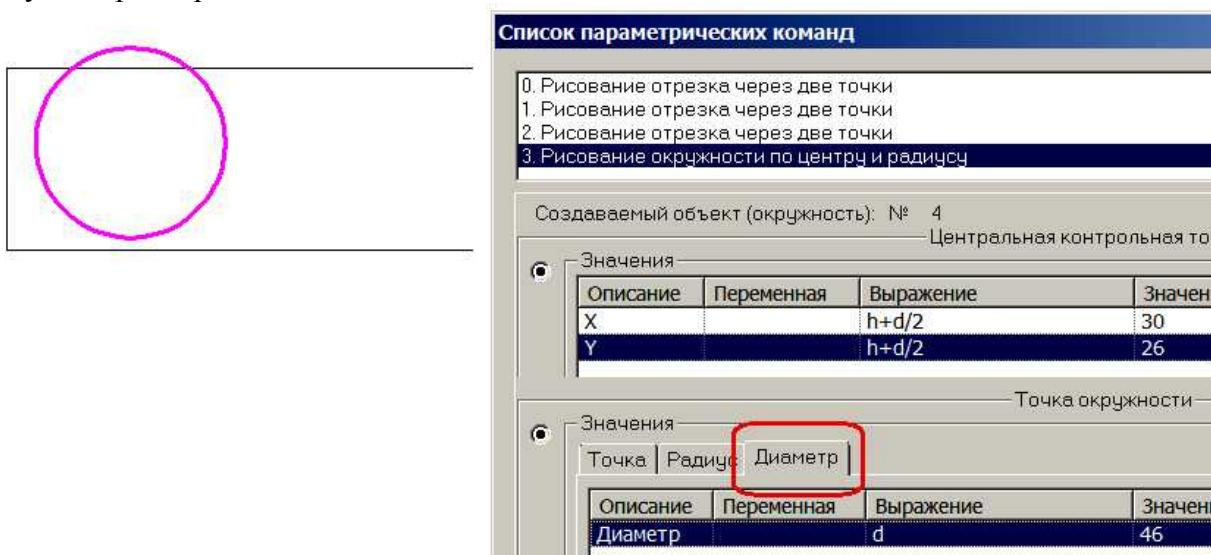

Рис. 2.10. Фрагмент диалога для команды с номером 3
2) Вычерчиваем нижнее отверстие под заклепку. Выбираем команду Окружность по центру и радиусу и размещаем созданную окружность в произвольном месте. В списке редактируемых команд появится команда 3. Изменим ее параметры. Нужные параметры показаны на рис. 2.10. Параметр Точка окружности имеет 3 вкладки: Точка, Радиус, Диаметр. Заполняем вкладку Диаметр, задав в качестве диаметра d (рис. 2.10) или вкладку Радиус с параметром d/2.